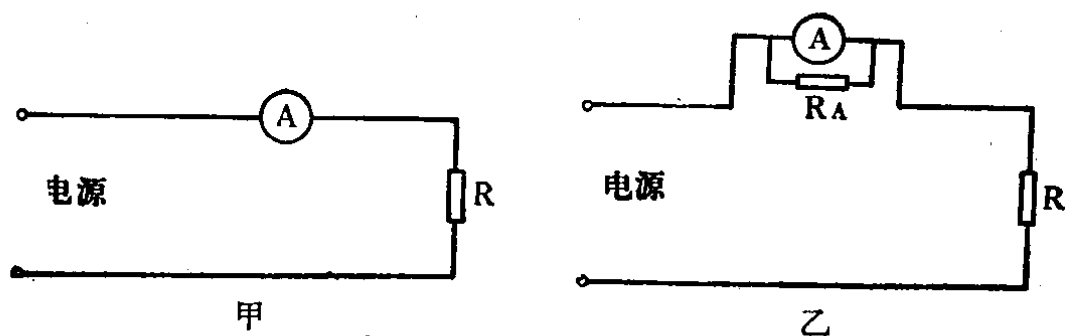

图 7 电流表的连接
1. 电流表 电流表是测量电流用的仪表。根据前面讲的串联电路电流相等的原则，电流表是串接在电路中的，如图7所示。甲是电流表的最简单的连接方式，乙中的电阻 R_A 是扩大量程用的，一般的电流表，都在内部带有这种电